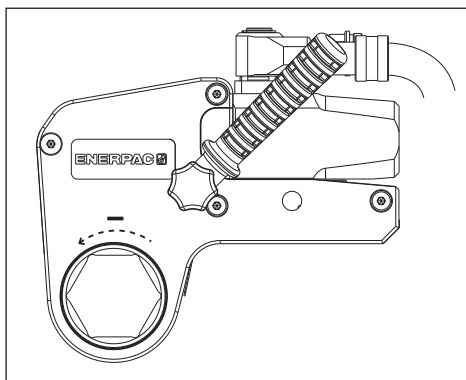

Fig. 11
4.3.3 Løsne en mutter eller bolt (fig. 11 og 12)
- Plasser reaksjonsplaten (18) mot et egnet reaksjonspunkt (19). Reaksjonspunktet skal stå imot kraften som verktøyet utøver.